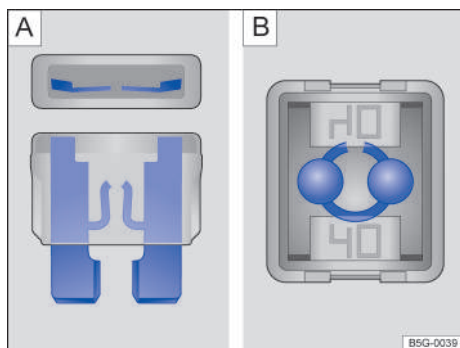

Fig. 161 Fusible quemado: **A** fusible plano, **B** fusible de bloqueo.
- Un *fusible plano* (ATO®, MINI®) quemado es reconocido desde arriba o desde el costado por la carcasa transparente en las bandas metálicas derretidas → fig. 161 [A].
- Un *fusible de encastre* (JCASE®) quemado se reconoce por las bandas metálicas derretidas desde arriba de la carcasa transparente → fig. 161 [B].